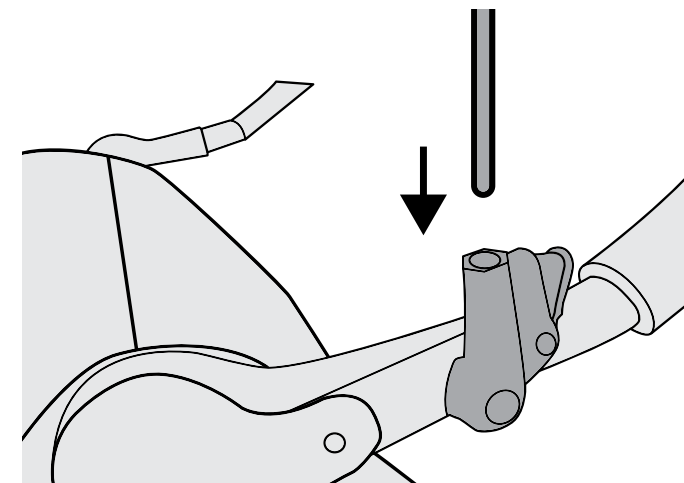

Abbildung 22
2. Drücken Sie den gelben Knopf und schieben Sie die Fahnenstange in das Loch an der Fahnenhalterung. Zum Lösen drücken Sie den Knopf und ziehen Sie die Fahnenstange heraus (Abbildung 22).